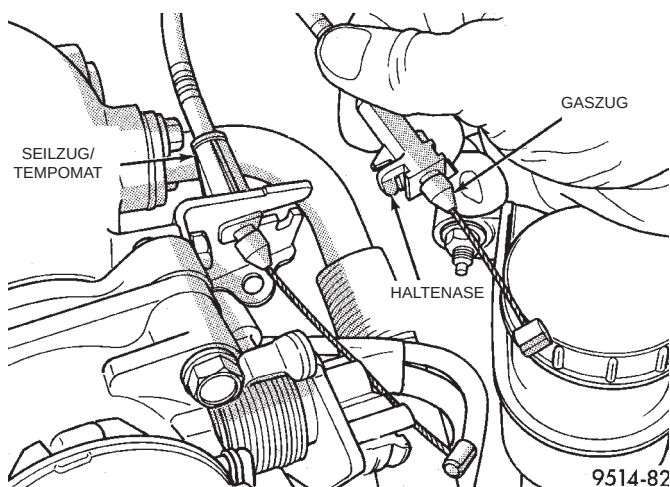

Abb. 67 Gaszugbefestigung
(3) Die Haltenase am Gaszug nach unten zur Spritzwand drücken und dann den Gaszug aus der Halterung ziehen (Abb. 67).
(4) Bei Ausstattung mit Tempomat den Seilzug/Tempomat aus der Halterung ziehen (Abb. 67).
(5) Den Kraftstoffdampf-Absaugschlauch vom Anschlußnippel am Drosselklappengehäuse abziehen.
(6) Die Steckverbinder vom Fühler/Drosselklappenstellung (TPS) und vom Leerlaufdrehzahlregler (IAC) abziehen.
(7) Die Schrauben herausdrehen, mit denen das Drosselklappengehäuse am Ansaugkrümmer mon-